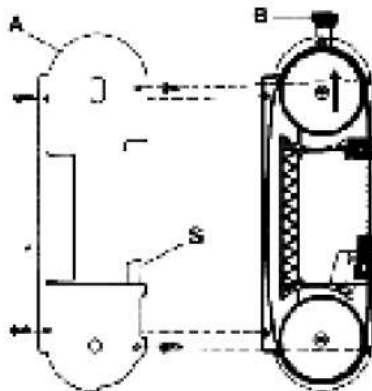
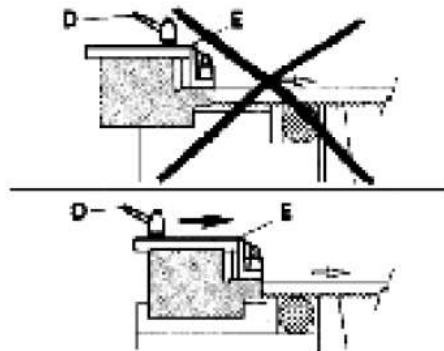

Рис.1
Рис. 2
1. Регулировка натяжения режущего полотна (Рис. 1)
Данный станок оснащен направляющей (Е) со встроенным механизмом защиты. Направляющая станка, соответственно, направляет движение той части режущего полотна, которая непосредственно соприкасается с разрезаемой заготовкой, и одновременно с этим, служит для защиты той части режущего полотна, которая в соприкосновение с заготовкой не входит. Для регулировки, направляющей необходимо ослабить рукоятку (D) и плавно переместить направляющую (Е) таким образом, чтобы подвести её ближе к или дальше от заготовки, подлежащей обработке (как показано на рис. 2).
- Ослабить рукоятку D (рис. 2) и плавно переместить направляющую (E) режущего полотна до упора, следуя направлению стрелки, как показано на рис. 2.
- Снять защитный корпус (A), отвинтив четыре винта.
- Ослабить натяжение режущего полотна, повернув ручку C (рис. 1) по часовой стрелке до упора, а маховичок (B) – против часовой стрелки.
- Отрегулировать натяжение режущего полотна, как указано в пункте 1, и снова закрепить на месте две внешних направляющих путем поворота головки винта (Q) по часовой стрелке так, чтобы направляющие слегка соприкасались с режущим полотном.
- Закрепить на место две шестигранные гайки (P).
- Установить на место защитный корпус (A), осторожно вставив режущее полотно между защитными ремнями (S) (см. рис. 1).
- Установить направляющую (E) режущего полотна в правильное положение для осуществления резания (см. пункт 2).